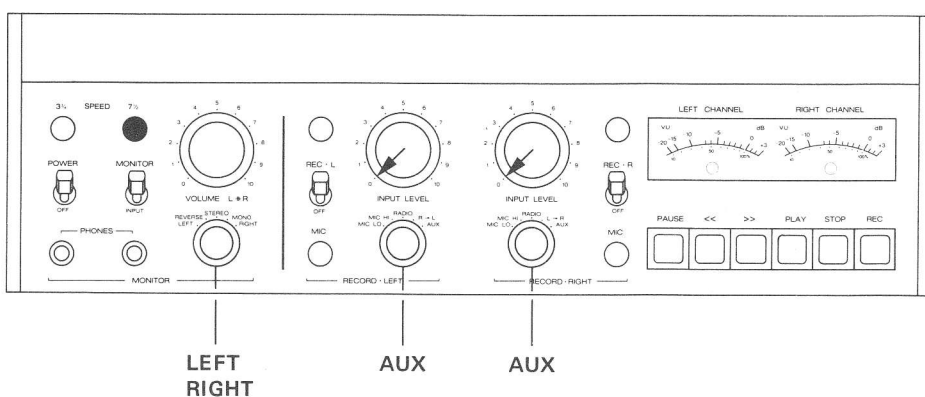

Fig. 6.5.-3
- Bedienungselemente nach Fig. 6.5.-3 einstellen.
- NF-Millivoltmeter an Ausgang (51) OUTPUT L anschließen.